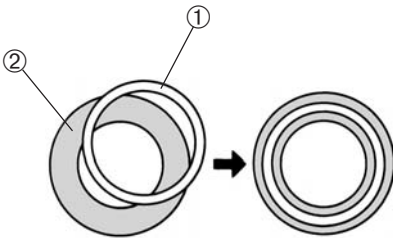

Abb. 23
(Abb. 23 & 24)
4. In das Zentrierferrohr blicken und den Rändelring drehen, um den Phasenring ② des zur Phasenblende ① passenden Objektivs scharfzustellen. (Abb. 23)
5. Die Zentrierschrauben ④ in die beiden Bohrungen ③ am Phasenblendenschieber einführen. Die Zentrierschrauben anziehen und lösen, bis sich die Phasenblende und der Phasenring ② des Objektivs überlagern. (Abb. 23 & 24)
6. Die oben beschriebenen Schritte für die Zentrierung mit anderen Objektiven wiederholen. Beim IX2-SL werden die Phasenblenden PHC und PH1 jedoch sowohl für das 10X- als auch das 20X-Objektiv verwendet. Um die Verwendung mit beiden Objektiven zu gewährleisten, das 10X- oder 20X-Objektiv, das nicht für die Zentrierung verwendet wurde, in den Strahlengang einschwenken und sicherstellen, dass die Phasenblende ① nicht vom Phasenring ② abweicht. Bei Abweichung den Zentriervorgang mit dem anderen Objektiv nochmals durchführen.